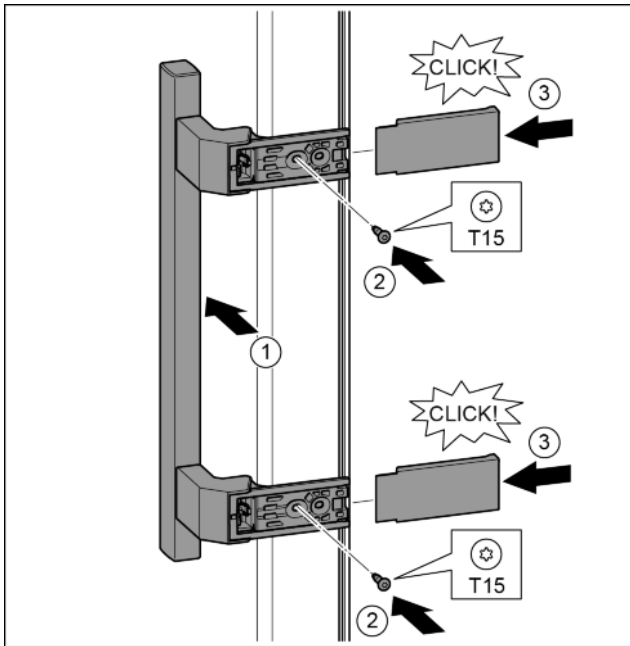

Fig. 21
- ▶ Поставете дръжката от другата страна. Fig. 21 (1)
- ▶ С отвертка T15 затегнете винтовете. Fig. 21 (2)
- ▶ Поставете отстрани капците и ги нахлузете. Fig. 21 (3)